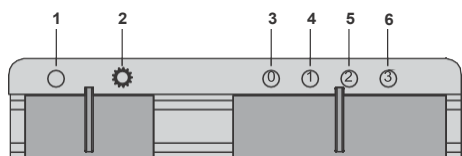

Fig. 18
1. Coloque nesta posição para desligar a lâmpada.(Fig. 18).
2. Coloque nesta posição para desligar a lâmpada.(Fig. 18).
3. Coloque nesta posição para desligar a lâmpada.(Fig. 18).
4. Coloque nesta posição quando quer operar na 1° velocidade (Fig. 18).
5. Coloque nesta posição quando quer operar na 2° velocidade (Fig. 18).
6. Coloque nesta posição quando quer operar na 3° velocidade (Fig. 18).